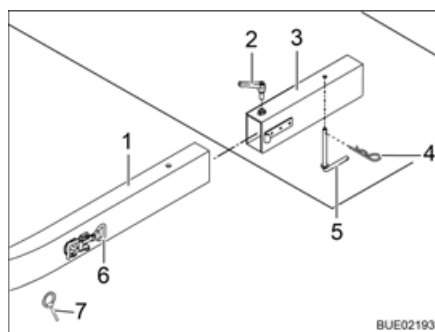

Fig. 6 Fixation sur le véhicule
- Insérer les deux longerons (Fig. 6,1) du porte-charges dans les éléments de réception (Fig. 6,3) disposés sur le véhicule.
- Emboîter le levier d'embrochage (Fig. 6,5) par le bas à travers les perçages du longeron et l'élément de réception et bloquer avec une goupille ressort (Fig. 6,4).
- Fermer la fermeture de serrage (Fig. 6,6) et bloquer avec une goupille de sécurité (Fig. 6,7).
- Serrer le levier de serrage (Fig. 6,2).